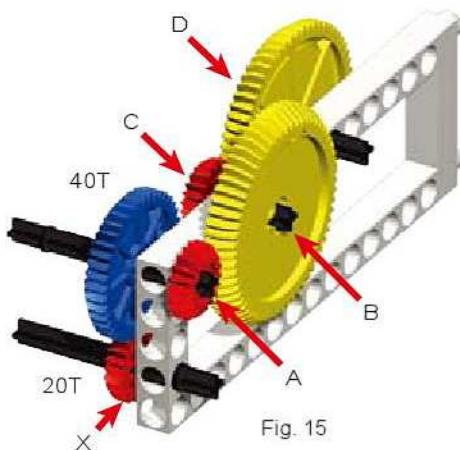

Fig. 15
1. Ajoute à la structure précédente une roue bleue 40T, une roue rouge 20T et un petit arbre pour monter l'ensemble montré à la figure 15.
La figure 15 montre des roues coniques. Les mêmes principes de calcul des rapports de transmission et des directions de rotation s'appliquent aux roues coniques. Tous les montages et toutes les combinaisons de roues doivent tourner facilement et s'engrenner sans aucune difficulté.